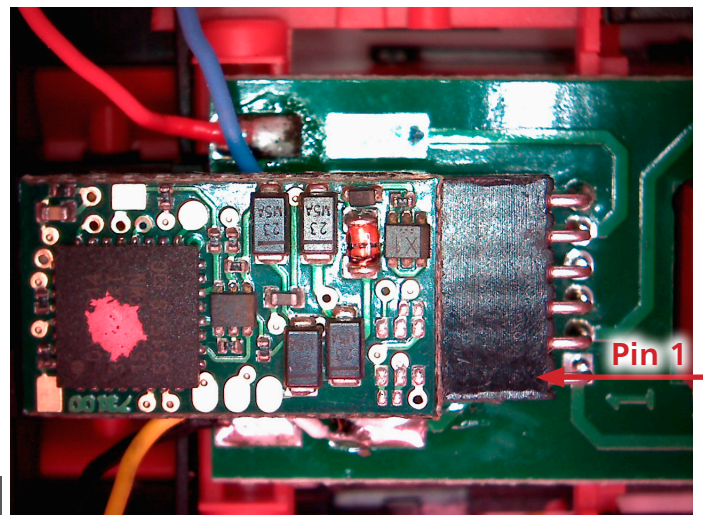

Abb. 1
- **Decoder in die Buchse der Leiterplatte stecken (Abb. 1).**